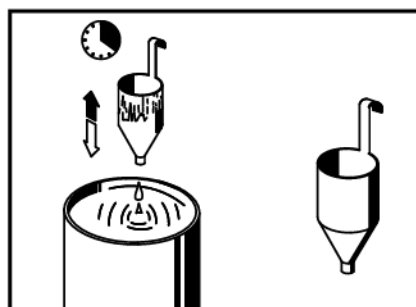

Fig. 2
Para determinar la viscosidad de la pintura, primero agítela bien, luego sumerja el vaso medidor de viscosidad (11) en la pintura y llénelo completamente. Levante el vaso y mida el tiempo que tarda en salir la pintura, lo que le dará un DIN-seg. La viscosidad máxima para este producto es de 50 segundos DIN-50 (para boquillas de 0,8 mm) (Fig. 2). Si el tiempo transcurrido es demasiado largo, diluya la pintura utilizando la sustancia adecuada (de acuerdo con las instrucciones del fabricante de la pintura). A continuación, vuelva a intentarlo hasta conseguir el DIN-seg correcto.